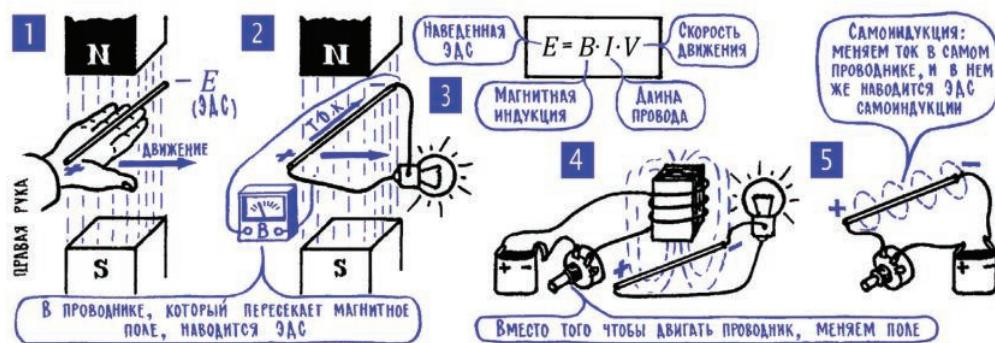

Рис. 5.7. Электромагнитная индукция
Электричество из магнетизма впервые получил замечательный английский физик Майкл Фарадей. Он самыми разными способами пытался расположить проводник возле магнита, полагая, что для получения тока нужно лишь придать проводнику удачную форму и найти ему удачное место в магнитном поле. И только спустя много лет5 Фарадей обнаружил, может быть, даже случайно, что для получения тока в проводнике, кроме этого проводника и магнита, нужно еще одно обязательное слагаемое – движение. Электродвижущая сила на концах проводника, а при замкнутой цепи и ток в нем, появляется, если проводник определенным образом двигать в магнитном поле (рис. 5.7; 1). Это явление называется электромагнитной индукцией (в переводе на русский – электромагнитным наведением).
Величина наведенной ЭДС  $E$  зависит от длины проводника  $l$ , от индукции внешнего магнитного поля  $B$  и еще, конечно, от скорости движения проводника  $V$ . Чем быстрее он движется, тем больше наведенная электродвижущая сила (рис. 5.7; 3).
**11. Различные способы наведения ЭДС – индукция, взаимоиндукция, самоиндукция.** Для того чтобы в проводнике навелась ЭДС, можно двигать его в магнитном поле, или, что то же самое, магнитное поле двигать относительно проводника. А можно еще поступить так: расположить рядом два проводника и в одном из них менять величину тока, например включив в цепь переменное сопротивление (рис. 5.7; 4). Раз в первом проводнике меняется ток, то, значит, меняется и его магнитное поле. А оно, это меняющееся поле, охватывает второй проводник и наводит в нем ЭДС точно так же, как это делало магнитное поле движущегося магнита. Такой способ наведения ЭДС называется взаимоиндукцией.
Уберем второй проводник и внимательно посмотрим, что происходит в первом, когда в нем меняется ток. Этот меняющийся ток, как мы только что установили, создает меняющееся магнитное поле. Но ведь это поле не только действует в пространстве вокруг проводника, оно пронизывает и сам проводник. И когда собственное магнитное поле проводника меняется, то оно, по всем правилам электромагнитной индукции, наводит ЭДС в самом этом проводнике (рис. 5.7; 5). Такой способ наведения называют самоиндукцией, а наведенную ЭДС – электродвижущей силой самоиндукции.
ЭДС максимальна – проводник движется строго перпендикулярно полю. Такая же максимальная ЭДС наводится и в случае рис. 6.1; 5. Здесь, правда, проводник движется в другом направлении и полярность ЭДС, конечно, меняется на обратную (по сравнению с рис. 6.1; 4). Так бывает всегда: полярность наведенной ЭДС всегда зависит от того, в каком направлении проводник пересекает магнитное поле, и определяется эта полярность по известному правилу правой руки (рис. 5.7; 1).